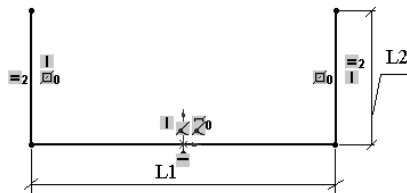

Рисунок 3.1
4. Накресліть профіль і нанесіть на нього розміри (рис. 3.1) відповідно до свого варіанта (табл. 3.1). Накресліть осьову лінію через центр (початкову точку) ескізу. Додайте взаємозв'язок між трьома вертикальними лініями: «Ескіз» → **Добавить взаимосвязь** → **Симметричность**.